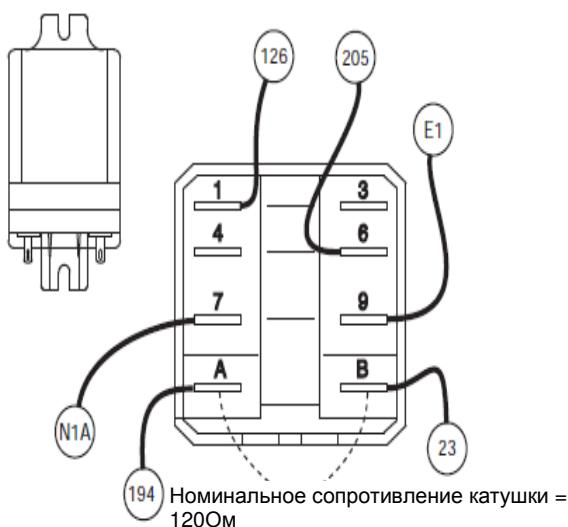

Рисунок 3. Точки тестирования реле переключения
- Смотреть рисунок 3. Для предотвращения взаимодействия отсоединить все провода от реле переключения.